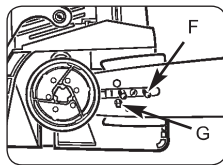

Рис. 3E
4. Поставьте конец шины щелью вверх на оба болта для закрепления шины (F). Поставьте шину так, чтобы регулирующий зубец занял место в нижнем отверстии (G) шины (Рис. 3E).